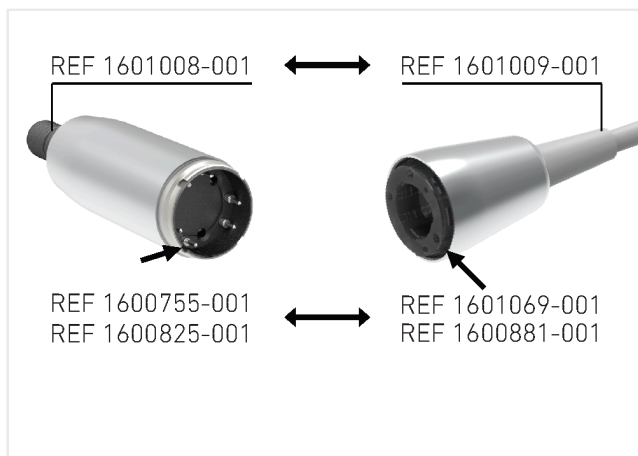

FIG. 2
1. Motoarele MOT MX-i REF 1600825-001 și MOT MX-i LED REF 1600755-001 se montează cu cablul de alimentare REF 1601069-001. FIG. 2.
2. Motorul MOT MX-i LED 3RD GEN REF 1601008-001 se montează cu cablul de alimentare REF 1601009-001 conform descrierii din FIG. 2. Asigurați-vă că partea din spate a motorului și conectorul pentru cablu sunt curate și uscate.